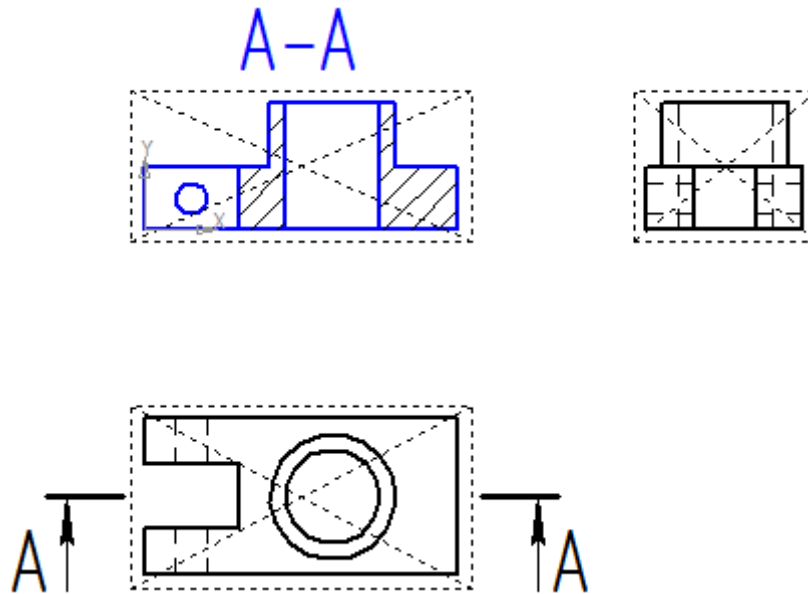

Рис. 10. Фронтальный разрез. Направляющая
- □ – обновите изображение. Построение фронтального разреза завершено (рис. 10);